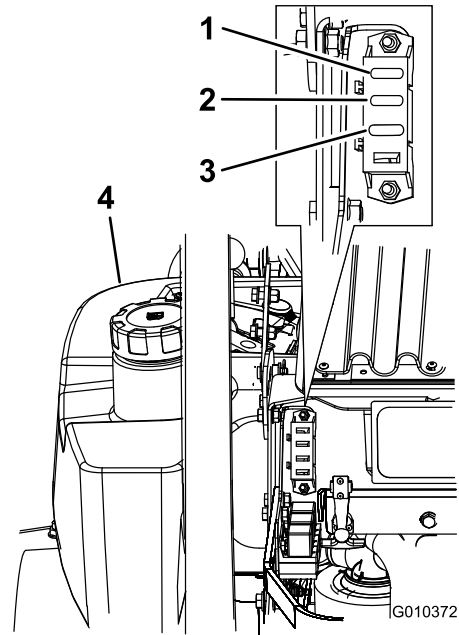

Figure 53
1. Déverrouillez et soulevez le capot pour accéder au porte-fusibles (Figure 53).
3. Remplacez le fusible (Figure 53).